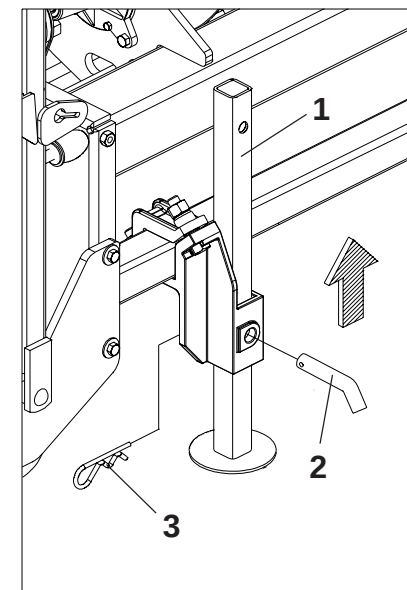

FIGURA 21
- 1 - Recolha o suporte de apoio (1) e fixe com o pino (2) e trava (3), **conforme mostra a figura 21.**